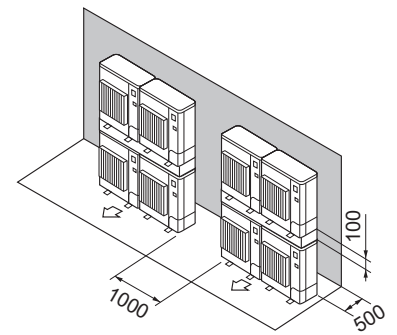

Fig. 2-19
- (7) Stablede enheder arrangement (Fig. 2-19)